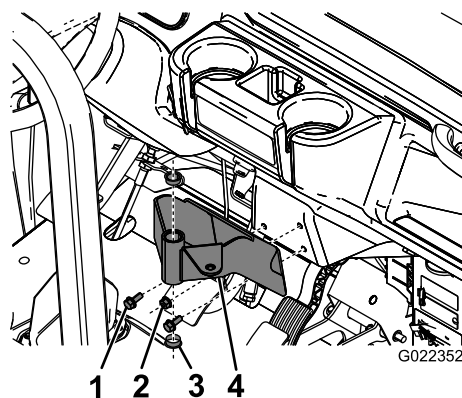

Figura 6
2. Insira os dois casquilhos plásticos no suporte de montagem (Figura 6).
1. Instale suporte de montagem da consola no tablier do Workman (ou na placa adaptadora) utilizando 3 parafusos e 3 porcas flangeadas conforme ilustrado em Figura 6.